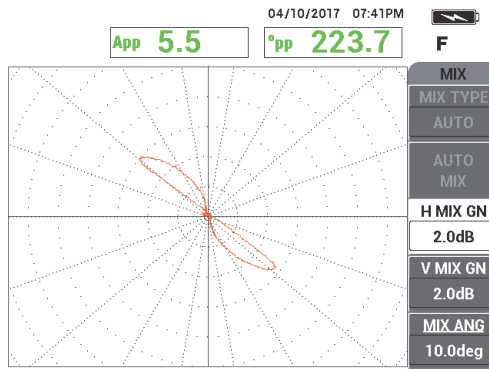

Abbildung 5-172 Signal des Thru-Wall-Lochs mit eingestellter Verstärkung nach AUTO MIX
- Drücken Sie die Funktionstaste C, um **H MIX GN** einzustellen und die Funktionstaste D, um **V MIX GN** einzustellen, bis das Signal sich ungefähr über 6 Hauptskalenteile im Raster erstreckt (siehe Abbildung 5-172 auf Seite 267).